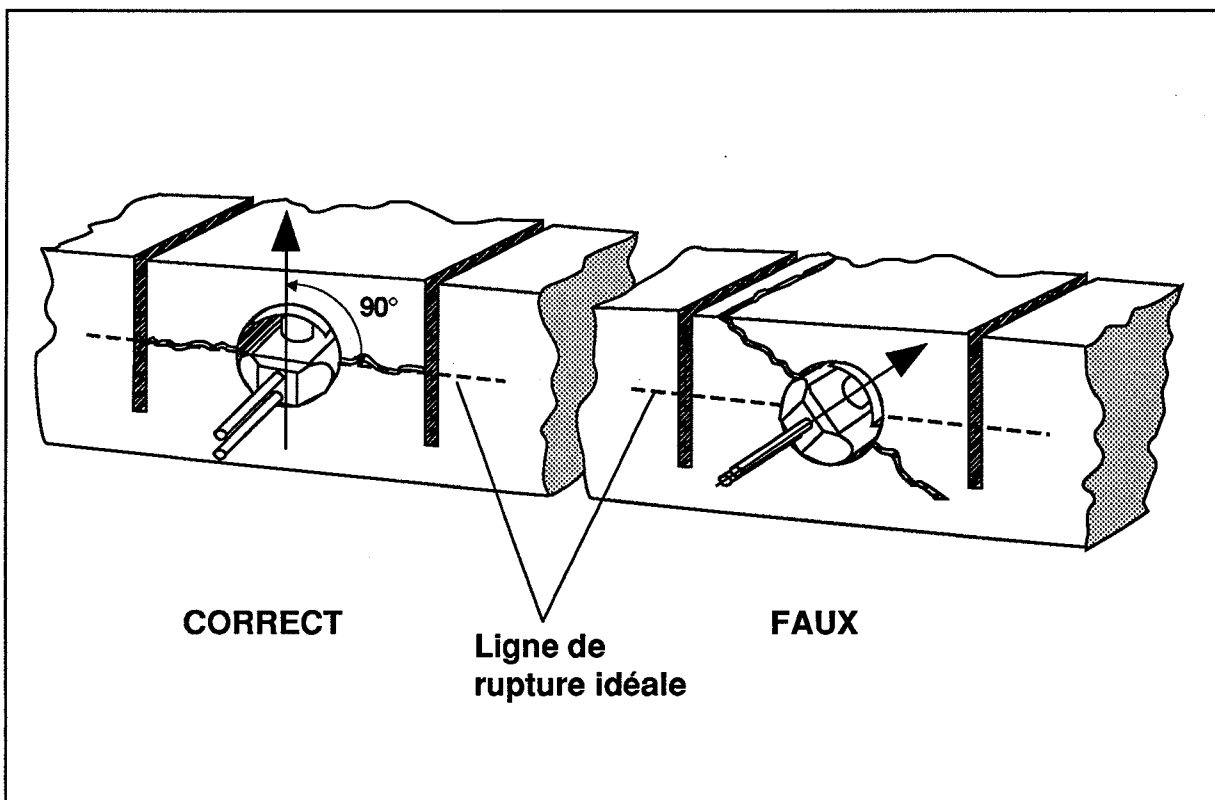

Fig. 5-6 Emploi des éléments de poussée dans le trou foré
- Les éléments de poussée doivent être introduits dans les forages de façon à ce que les pistons soient situés verticalement par rapport à la ligne de rupture (voir fig. 5-6).